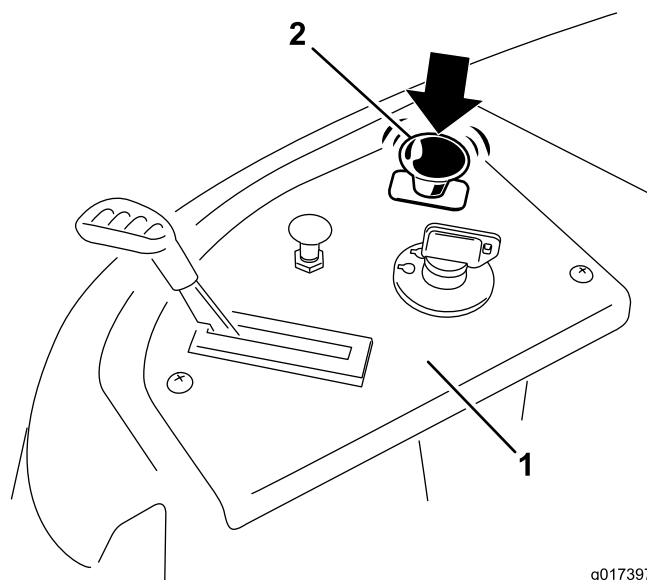

Figure 15
3. Désengagez les lames en plaçant la commande des lames en position Désengagée (Figure 15).
Appuyez sur la commande des lames pour la placer en position désengagée et désengager les lames (Figure 15).